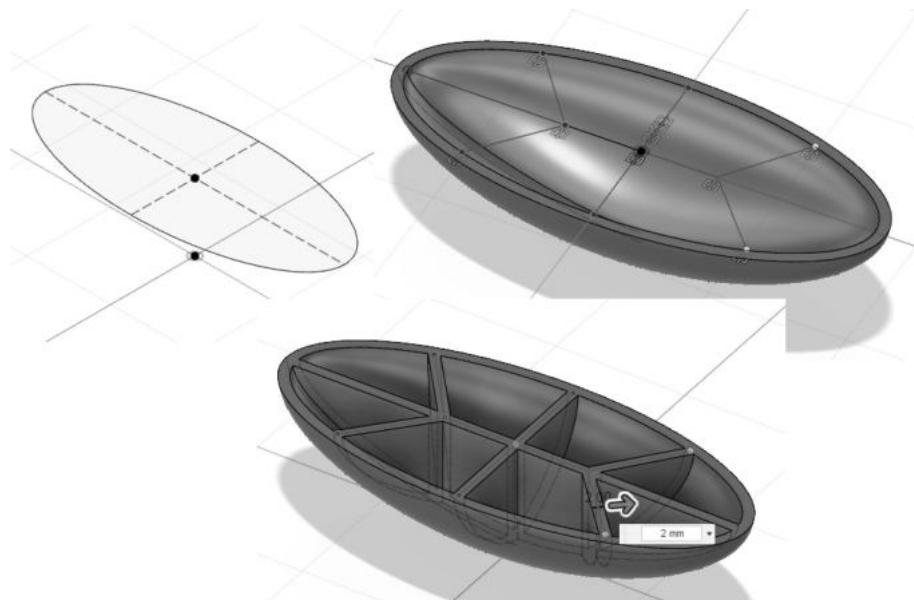

Abb. 1.32: 2D-Skizzen und STEGE
- STEGE – Bei dieser Funktion werden Verstärkungsrippen zwischen mehreren Skizzenkurven und einem Volumenkörper erzeugt (Abbildung 1.32).